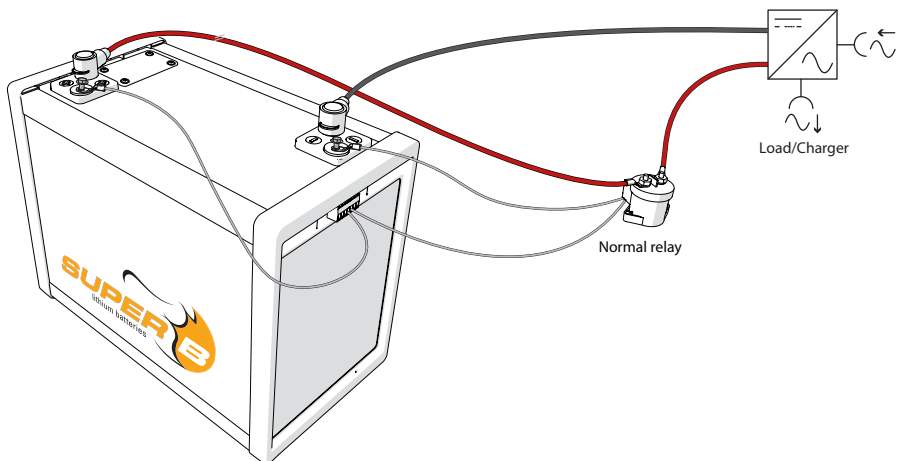

Figure 6. Raccordement d'un relais normal comme dispositif de déconnexion externe.
1. Relier le relais normal à Con 2 (Connexion E/S 7), Broche 4 (Rc) et Broche 5 (Rnc) comme indiqué dans la figure 6.